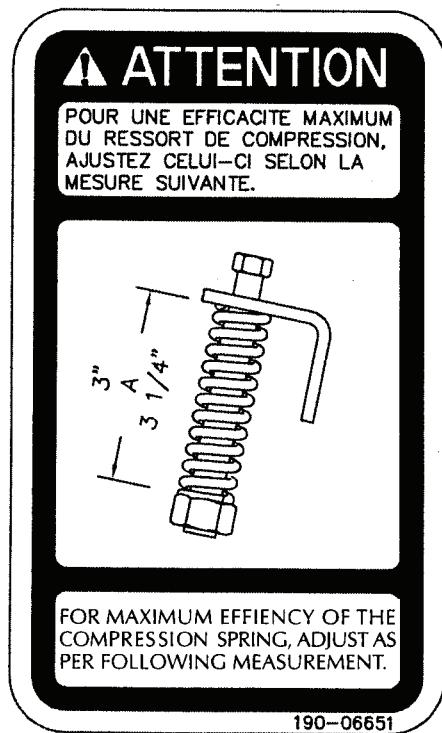

Figure 15
- 3) Vérifier l'ajustement du tendeur de chaîne. Le ressort qui maintient la tension doit être compressé afin d'être d'une longueur variant entre 3" et 3 $\frac{1}{4}$ " (Fig. 15).